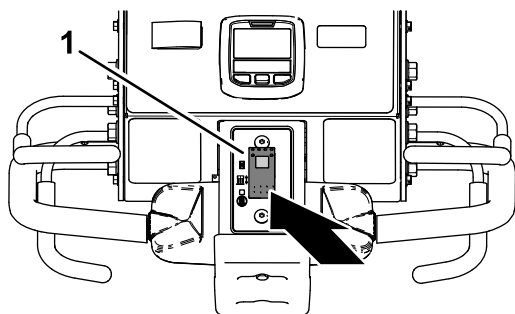

Рисунок 93
1. Нажмите нижнюю часть переключателя управления быстрым опусканием (Рисунок 93) в положение БЫСТРОЕ ОПУСКАНИЕ БЕЗ ЗАДЕРЖКИ.